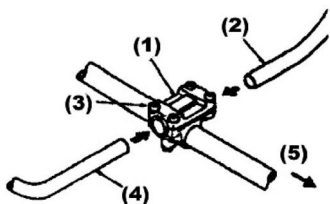

Рис. 3
Установка U-образной рукоятки производится в следующей последовательности (см. рис. 3):
1. Ослабьте болты (3) на верхней крышке кронштейна (1).
2. Вставьте левую (4) и правую (2) ручки управления в соединительный кронштейн согласно рис. 3 и затяните болты (3).